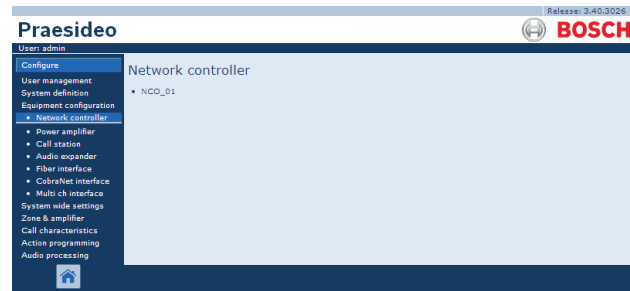

Abbildung 43.2: Netzwerkcontroller konfigurieren, Schritt 1
- 1 Gehen Sie zu *Configure > Equipment configuration > Network controller*. Im Main Frame der webbasierten Benutzeroberfläche wird ein Bildschirm angezeigt, der dem in Abbildung 43.2 gleicht.